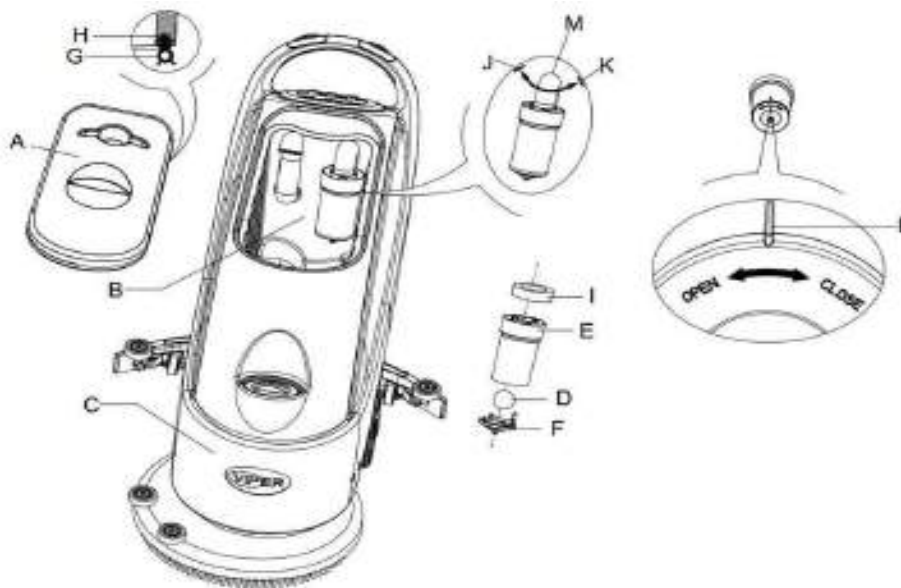

Figure 11
2. Appuyez sur l'interrupteur d'alimentation (38) sur la position "O" pour éteindre la machine.
3. Ouvrez le couvercle du réservoir de récupération (A, **Figure 11**) et retirez le dispositif de flotteur (36) du réservoir de récupération.
4. Utilisez de l'eau propre pour nettoyer le couvercle du réservoir de récupération (A), le réservoir (B et C) et le cadre de support du filtre à flotteur (E). À l'aide du flexible de vidange (15), vidangez toute l'eau du réservoir d'eau sale.
5. Si nécessaire, en suivant les symboles "Ouvrir" et "Fermer" comme indiqué sur la **Figure 11**, ouvrez le couvercle du fond (F) du filtre à flotteur et nettoyez le flotteur (D), le cadre de support du filtre à flotteur (E) et le filtre éponge (I). Après le nettoyage, fixez le flotteur sur le cadre de support du filtre à flotteur (E) puis alignez la rainure de marquage (L) du couvercle du fond (F) du filtre à flotteur avec la rainure de marquage (L) du cadre de support du filtre à flotteur (E). Serrez le couvercle du fond (F) du filtre à flotteur en le tournant et fixez le filtre éponge (I) sur le cadre de support du filtre à flotteur (E) puis sur le tube d'aspiration (M).
6. Vérifiez la solidité de la bague d'étanchéité (G) du couvercle du réservoir d'eau.
Si nécessaire, la bande d'étanchéité du réservoir d'eau (G) peut être retirée de la rainure (H) et remplacée. Lors de l'assemblage d'une nouvelle bande d'étanchéité sur le réservoir d'eau, sachez comme indiqué sur la **Figure 11** ci-dessous, installez le raccord sur la section médiane de la partie arrière.
7. Vérifiez si la surface de réception de la bande d'étanchéité (G) est intacte et isole correctement.
8. Fermez le couvercle du réservoir de récupération (A).